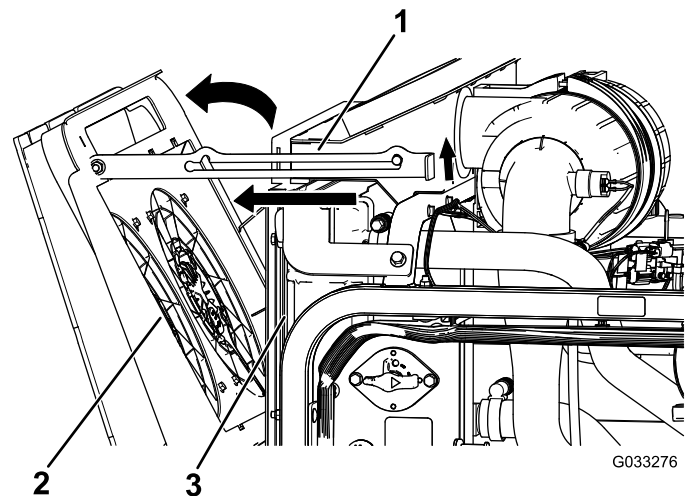

Figure 119
2. Faites pivoter les ventilateurs de refroidissement du moteur à l'arrière du radiateur et caliez la béquille dans le cran (Figure 119).